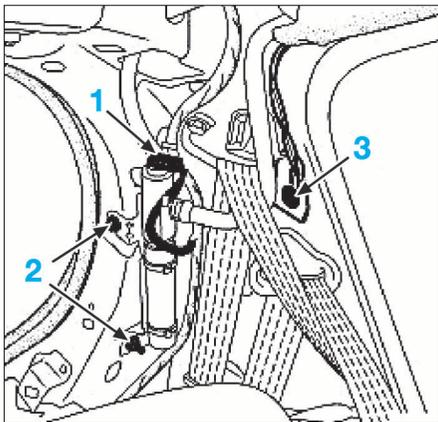

FIG. 8
- Débrancher le connecteur (1) du module d'airbag, en soulevant sa languette de verrouillage à l'aide d'un petit tournevis (Fig.8).